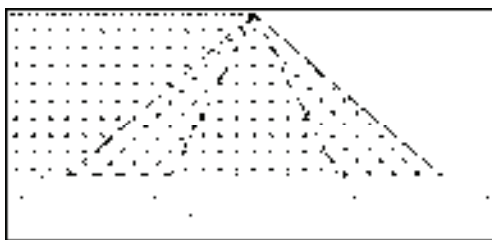

图 13-202 执行填充操作的结果
11) 在“图案填充和渐变色”对话框中将填充角度修改为 45°，对屋顶执行填充操作的结果如图 13-202 所示。